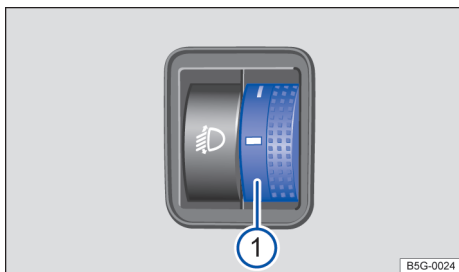

Fig. 103 Ao lado do volante: regulador da regulagem de alcance do farol ①.
Dependendo da versão, o alcance do farol pode ser regulado com o regulador → Fig. 103 ou no sistema Infotainment, no menu \(Configurações do veículo\) → Página 33.
- Girar o regulador Fig. 103 ① ou o regulador correção no sistema Infotainment até a posição necessária (exemplo de estado de carga do veículo):